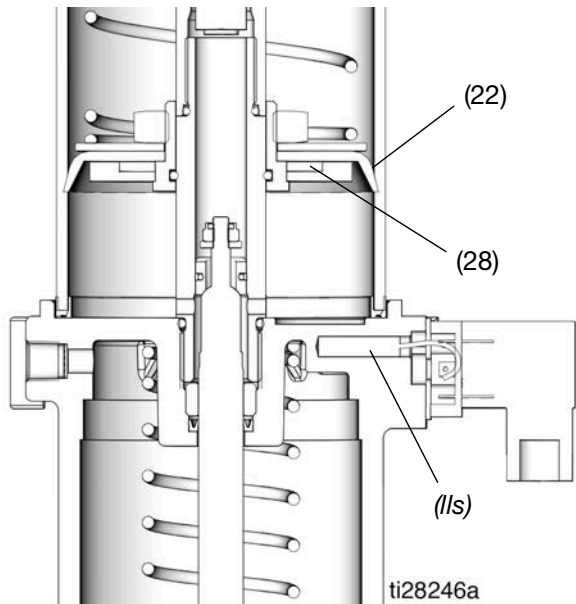

ABB. 9
Während Fett dosiert wird, bewegt sich die Folgeplatte (22) im Behälter nach unten. Wenn sich die Folgeplatte dem Niedrigfüllstandsschalter (IIs) nähert, aktiviert der Magnet (28) an der Unterseite der Platte den normalerweise geschlossenen Niedrigfüllstandsschalter; der Schalter öffnet sich und sendet ein Signal an den Schmiermittelregler (J) ABB. 9).